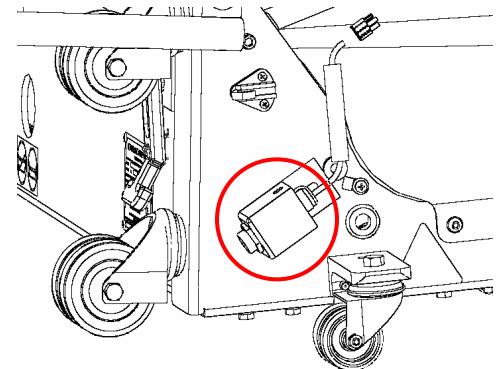

Bild 4-32
2. Lokalisera sensorn och fästet ovanför det bakre högra styrhjulet som bild 4-32 visar.